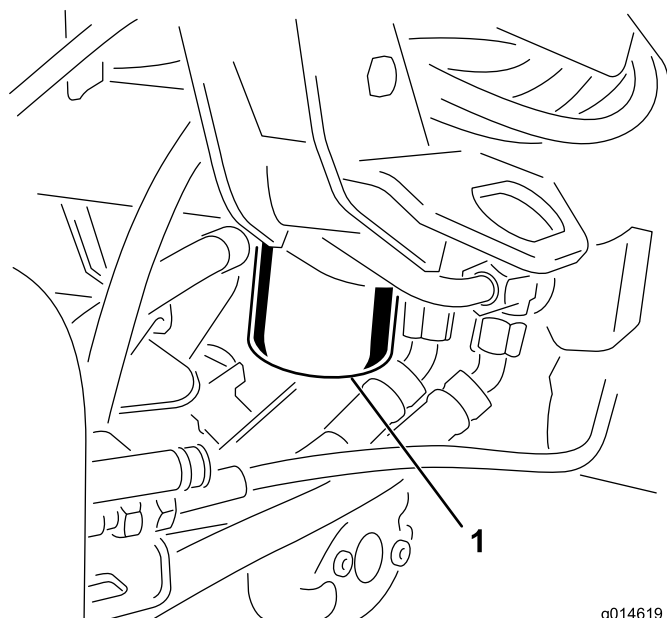

図 54
1. フィルタ容器の周辺をウェスできれいにぬぐう 図 54。フィルタの下に廃油受けを置いてフィルタを外す。